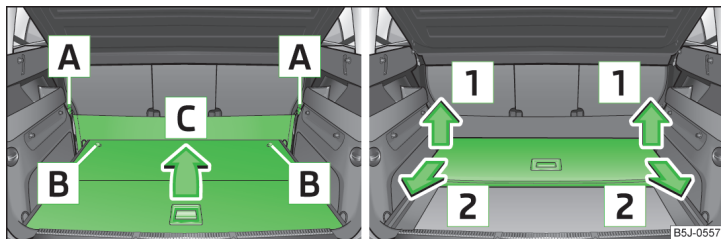

Fig. 67 Plierea/Extragerea suprafeței de încărcare variabile
- Desprindeți din punctele de fixare curelușele **A** » fig. 67 ale peretelui despărțitor elastic.
- Blocați podeaua variabilă prin rotirea bolțului de siguranță **B** » fig. 67 înspre dreapta, cu aprox. 180°.